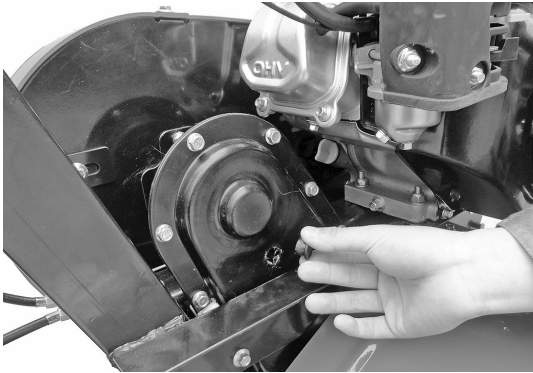

Afbeelding 2
- Draai de peilstok los en veeg hem schoon (zie Afb. 2).